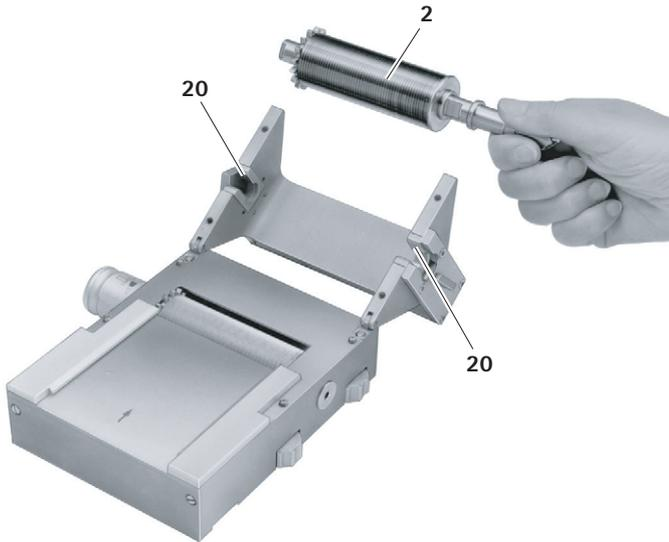

Fig. 4
- Vrid skärvalsen **2** och dra ut den ur lagerställena **20**, se Fig. 4. Skärvalsen **2** är demonterad.
- Lägg in skärvalsen **2** i de båda lagerställena **20**, se Fig. 4.